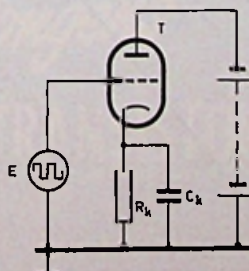

Fig. 6
③ In de kathodeleiding van de triode T van fig. 6 is een weerstand Rk van 720 Ω opgenomen. De hiermede parallel geschakelde condensator Ck heeft een zo grote capaciteit,